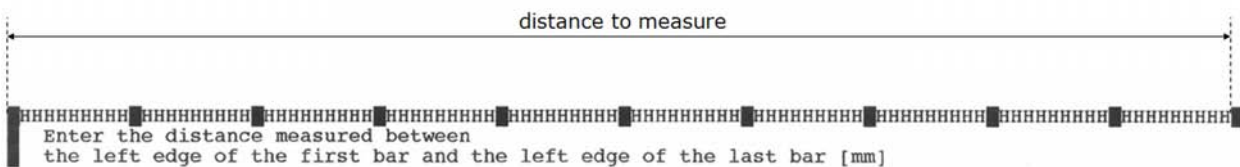

Abbildung 33: Encoderkalibrierung Referenzdruck
Bitte verändern Sie die Kalibrierung immer nur in kleinen Schritten und geben Sie immer nur tatsächlich gemessene Werte. (siehe Abbildung 33).
- Messen Sie den Abstand zwischen dem linken Rand des ersten und dem rechten Rand des letzten Balken auf dem Referenzdruck (siehe Abbildung 33).